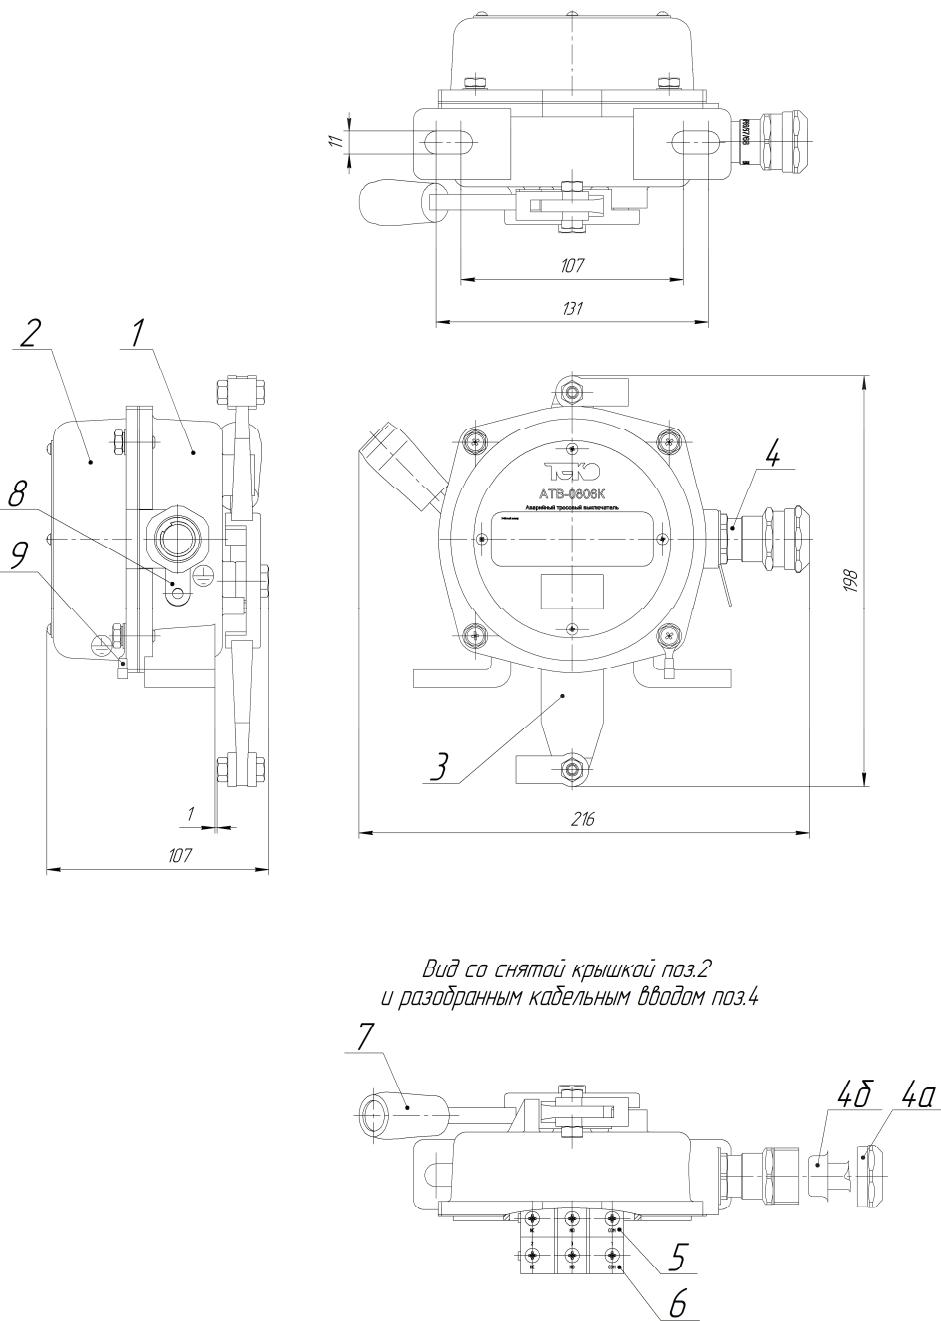

Рис.1
Выключатель ATB-0806K (поз.1, Рис.1) оснащён коромыслом (поз.3), предназначенным для присоединения тросов. Монтаж выключателя, присоединение и натяжение тросов производятся в соответствии с инструкциями, приведёнными в разделе 7.
- 7.6.1. Снять крышку (поз.2) (Рис.1).
- 7.6.2. Отвернув накидную гайку (поз.4а) (Рис.1) гермоввода, надеть её на металлорукав.
- 7.6.3. Оконцеватель металлорукава (поз.4б) (Рис.1) ввернуть в металлорукав.